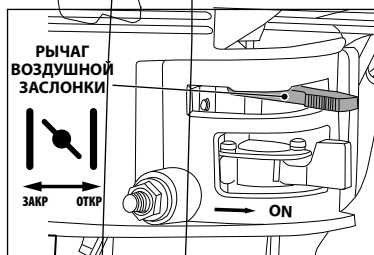

рис. 13
5. Переведите рычаг воздушной заслонки в следующее положение (рис. 13):